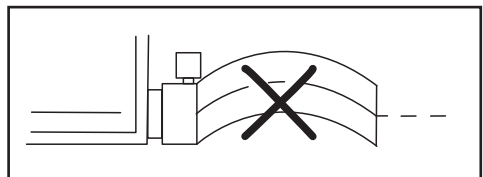

Fig.12
* Envolver o coxim de vedação 11 sobre o grampo e drene a mangueira para isolar (consulte Fig. 12)
* Não dobre mangueira de drenagem dentro da unidade interna (Consulte a Fig. 12)